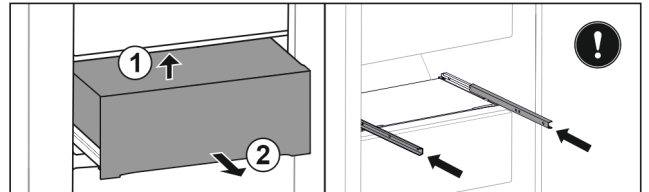

Fig. 46
- ▶ Levante el cajón hacia atrás. Fig. 46 (1)
- ▶ Extraiga el cajón hacia delante. Fig. 46 (2)